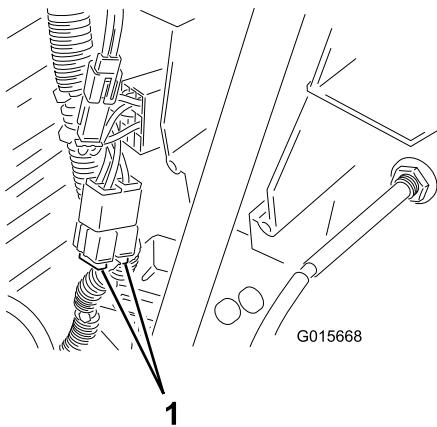

Bild 27
1. Öffnen Sie die Motorhaube und ermitteln Sie die Sicherung unter dem Kraftstofftank (Bild 27).